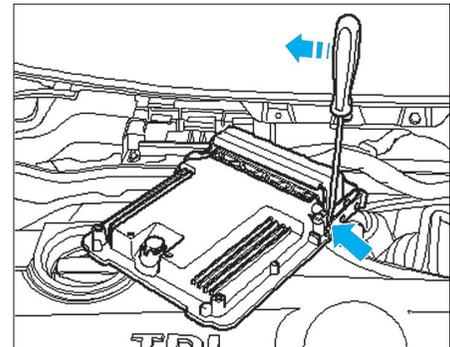

Fig. 28
- Introduire un tournevis entre les deux arrêtoirs puis avec précaution, pousser le tournevis tout en tournant l'étrier de sûreté pour le dégrafer (Fig.28).